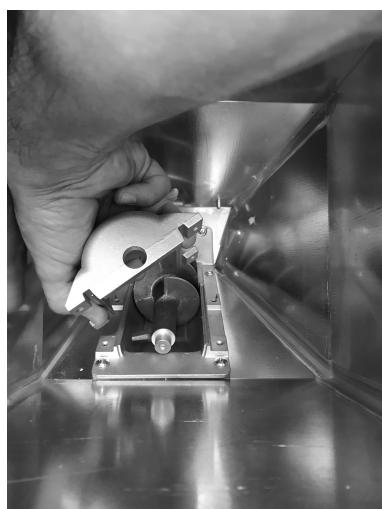

Fig. 28 - Rimozione guscio
- Rimuovere il guscio (vedi **Fig. 28**).